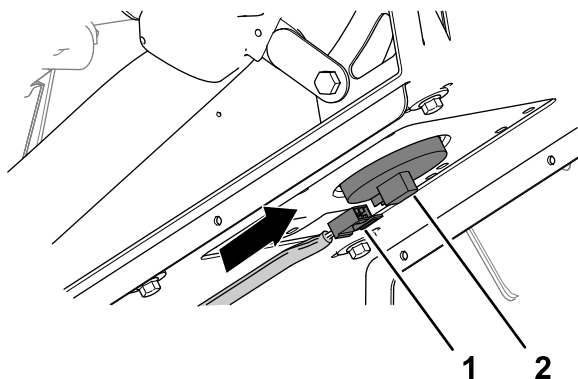

Figura 225
6. Ligue o conector de duas tomadas da cablagem da máquina no conector do interruptor do banco até que os conectores encaixem em segurança (Figura 225).